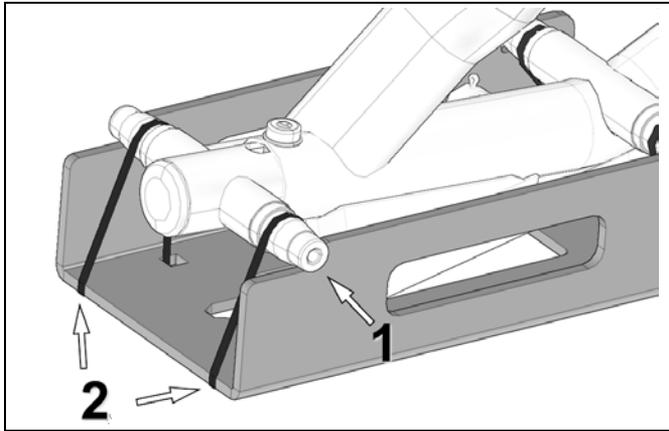

Abbildung 40
Stecken Sie die Enden der Radachse des Kettenspanners in die Auskerbungen (1) an den Ecken des Werkzeugs. Befestigen Sie das Ausrichtwerkzeug mittels der mitgelieferten Kabelbinder (2) am Rahmen des Raupketten-Systems. Siehe Abbildung 40.